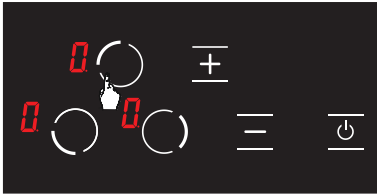

Abbildung 19
2. Berühren Sie erneut die Auswahl taste (  ) der oberen linken Kochplatte. (siehe Abb. 19)